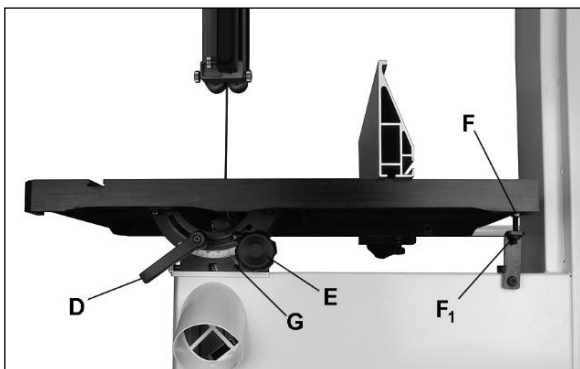

Abb. 15
Zum Neigen des Tisches die Feststellkurbel (D, Abb. 15) lösen und den Knauf (E) drehen.
Die Mutter (F1, Abb. 15) zum Einstellen des Anschlags lösen.